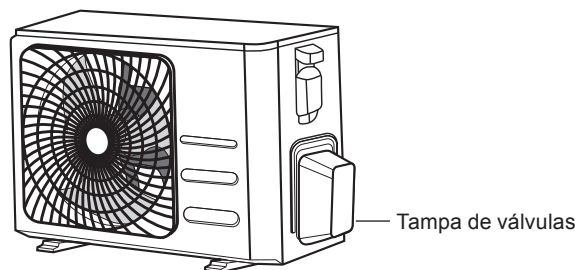

Fig. 5.9
1. Desaparafuse a cobertura da válvula embutida na parte lateral da unidade exterior. (Ver Fig. 5.9)